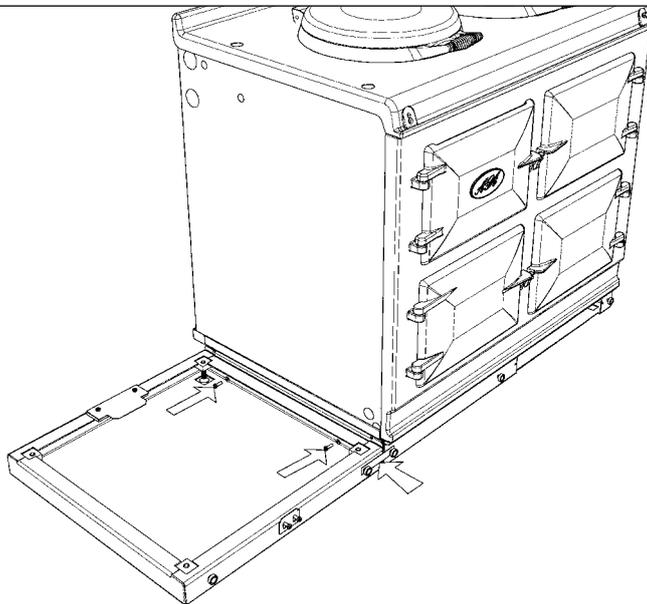

Abb.10.5
8. Schrauben Sie den Modulsockel mit den 2 mitgelieferten M6-Schrauben und Unterlegscheiben am Sockel des AGA R7/eR7 an (siehe **Abb.10.5** oder **Abb.10.6**). Schieben Sie die vordere Verbindungshalterung auf die beiden benachbarten Magnete, um die beiden Gerätesockel fest miteinander zu verbinden.